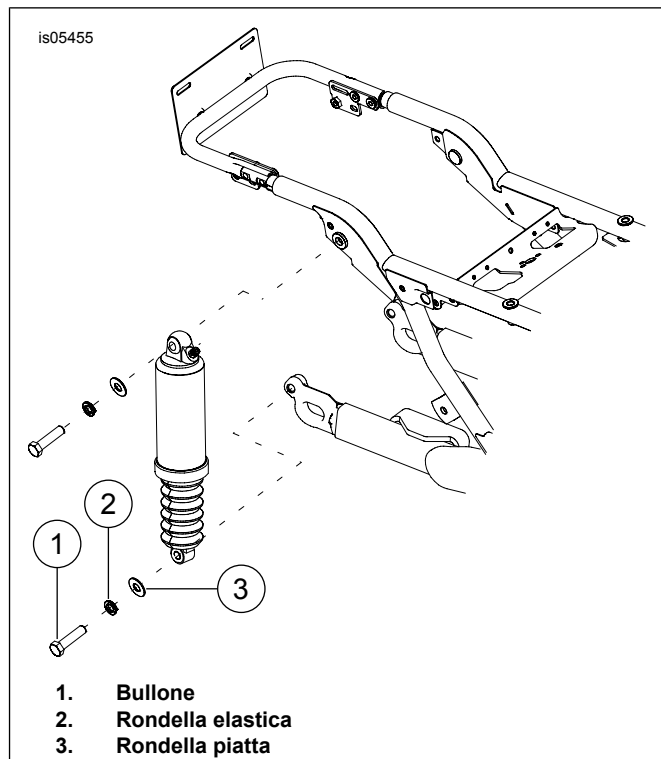

Figura 3. Rimozione dell'ammortizzatore posteriore
8. Vedere Figura 3 Rimuovere dagli ammortizzatori i bulloni di montaggio inferiori (1), le rondelle elastiche (2) e le rondelle piatte (3).